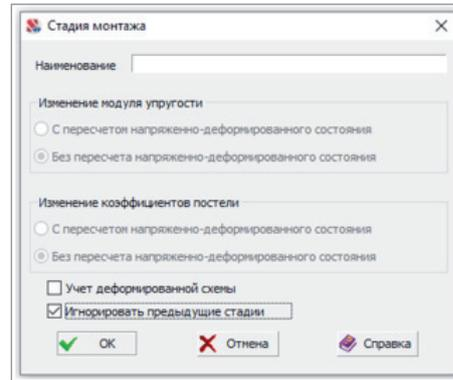

Рис. 45. Окно настроек стадии монтажа с возможностью игнорирования напряженно-деформированного состояния предыдущих стадий (SCAD++)
- дыдущих стадий и тем самым получить вариации моделей монтажа (рис. 45);